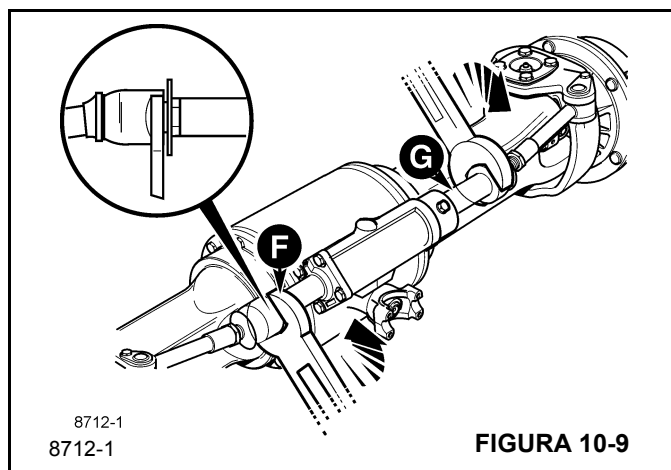

FIGURA 10-9
- a. Usando duas chaves de boca adequadas posicionadas nas partes planas em **F** e **G** (Figura 10-9), gire uma contra a outra até que uma junta esférica desaparafuse.